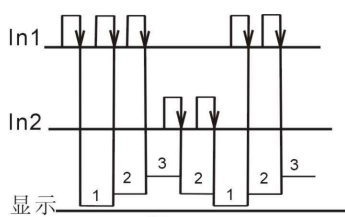

图3-1
(1)模式 1，加减计数模式，此计数模式为出厂时预设计数模式(工作模式图见图 3-1):